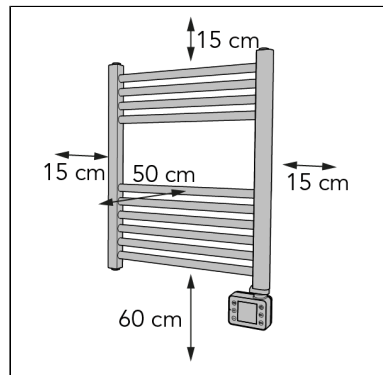

Abbildung 7.
2. Platzieren Sie das Gerät mit einem Mindestabstand (Abbildung 7) von: